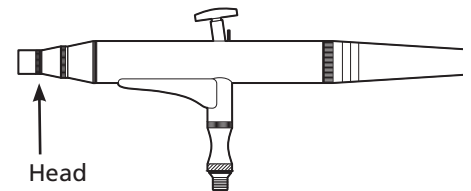

Figura 17
4. Remueva el conjunto de la válvula haciéndola girar en sentido contrario al de las agujas del reloj con la llave de montaje provista. Ver la Figura 17.